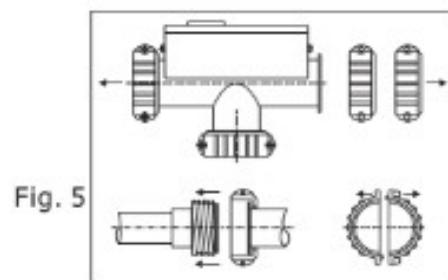

Fig.5
2.5 - Installation du chauffe-eau (Fig. 5) Séparez l'écrou de connexion et reliez le tuyau en PVC au chauffe-eau (faites attention au joint torique "O"). Assurez-vous que les connexions sont assez serrées. (Note : l'écrou de connexion est en plastique, une surpression pourrait l'endommager.)